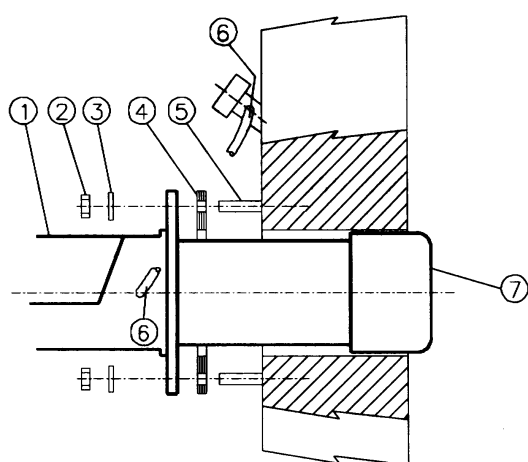

Рис. 1
- 2). завинтить (5) крепежных винта, в соответствии с шаблоном для просверливания отверстий, описанного в параграфе “Габаритные размеры” ;
- 8) закрепить с помощью гаек винты котла согласно схеме данной на Рис. 1.